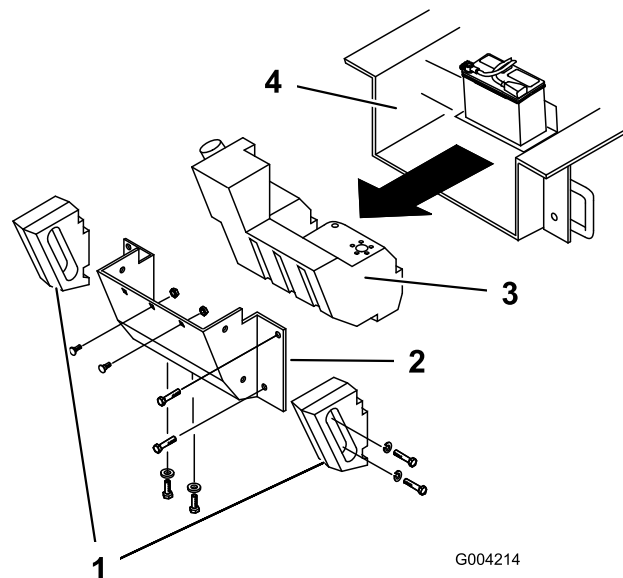

Figure 63
Pour cette raison, ouvrez régulièrement le capot et inspectez la zone au-dessous du moteur à l'aide d'une torche. Si la couche de crasse fait entre 2,5 et 5 cm (1 et 2 po) d'épaisseur, suivez la procédure ci-après (consultez la Figure 63 à cet effet) :
4. Enlevez les boulons, les rondelles et les rondelles-freins de fixation des 2 masses latérales, puis déposez les masses (Figure 63).
7. Retirez les 6 écrous et boulons de fixation du panneau arrière et enlevez le panneau (Figure 63).
9. Poussez le réservoir de carburant en arrière (Figure 63).
16. Glissez le réservoir partiellement dans le châssis (Figure 63).
22. Remettez le panneau arrière et fixez-le en place à l'aide des 6 boulons et écrous enlevés précédemment (Figure 63).
24. Montez les masses latérales à l'aide des boulons, rondelles et rondelles-freins enlevés précédemment (Figure 63).